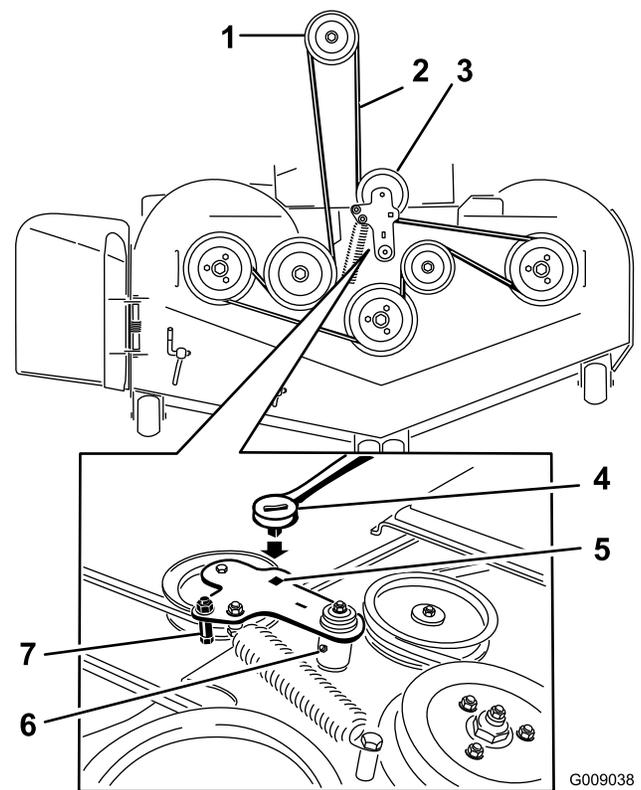

Figura 102
5. Levante la chapa de suelo e introduzca una llave dinamométrica en el taladro cuadrado del brazo tensor de la carcasa (Figura 102).
6. Gire cuidadosamente el brazo tensor de la carcasa en el sentido de las agujas del reloj y retire la correa del cortacésped (Figura 102).